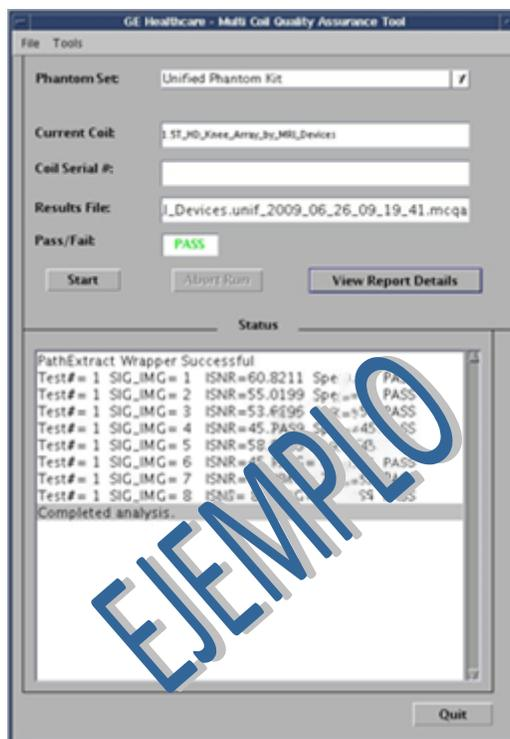

**Figura 5**
**Advertencia:** La ventana de estado de la interfaz de la herramienta MCQA se actualizará continuamente para ofrecer información sobre lo que está haciendo la herramienta en cada momento. Aparecerá una barra de tiempo (Figura 5) indicando el tiempo total aproximado de la prueba, el tiempo que ha transcurrido y el porcentaje completado.